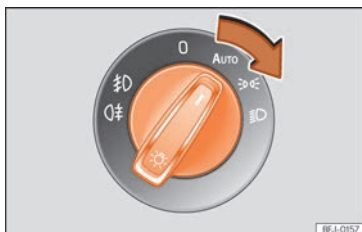

Fig. 98 Planche de bord : commande des feux.
- Tournez l'interrupteur dans la position désirée » » fig. 98.